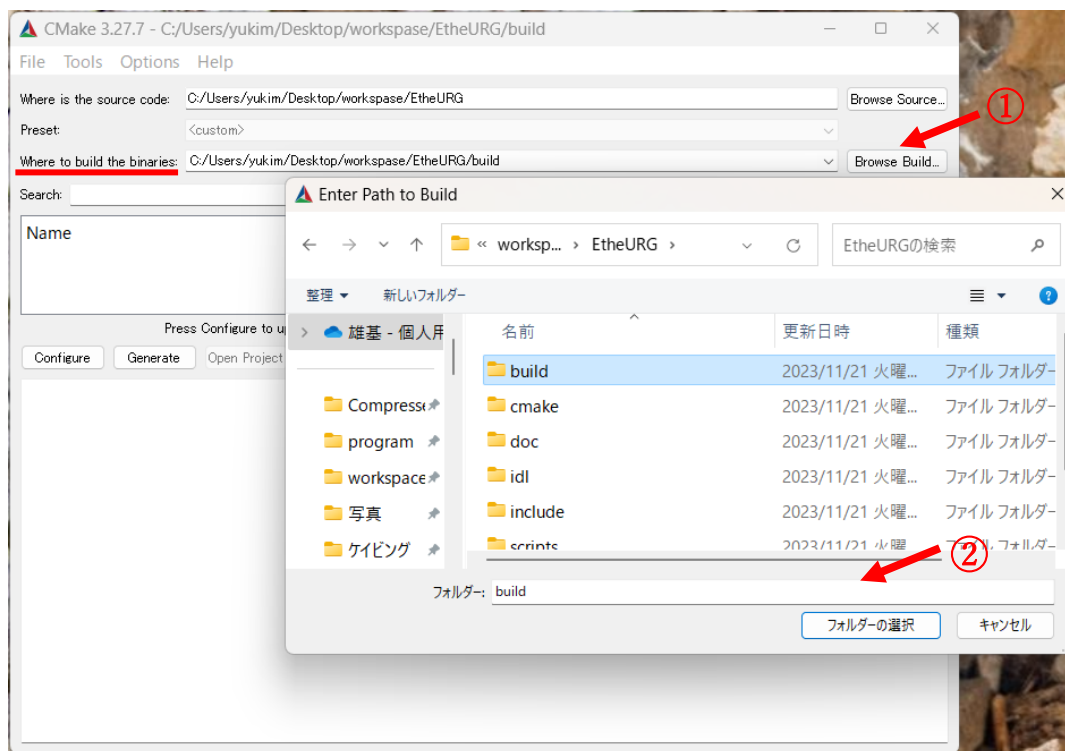

図 16 [Where to build the binaries]の項目の[Browse Source...]をクリックした状態
- ⑤ 図 16 のように[Where to build the binaries]の項目の[Browse Source...]をクリックし、表示されたウィンドウ上で、自身の workspace 内の各 RTC のプロジェクトフォルダーを選択し、プロジェクトフォルダー内で[Ctrl]+[Shift]+N を押下し、[新しいフォルダー]が作成されるため、名前を[build]と変更する。この[build]フォルダーを選択し、[フォルダーの選択]をクリックする。ここでは次のディレクトリを開く。